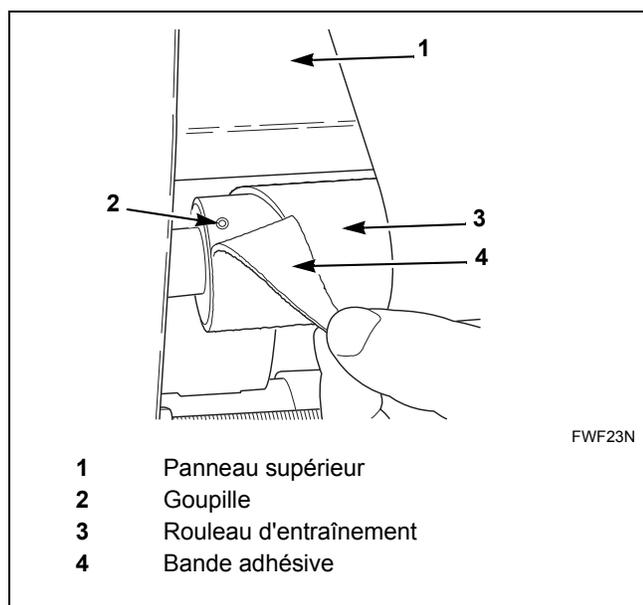

Figure 29
3. Enlever la bande adhésive du côté gauche du rouleau d'entraînement pour faire apparaître la goupille. Se reporter au *Figure 29*.